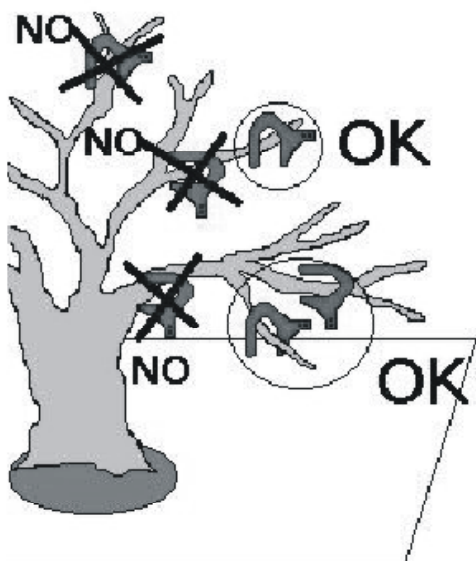

Fig. 12
- enganche siempre el ramo por la parte flexible. Nunca donde el ramo nace (Fig. 12);